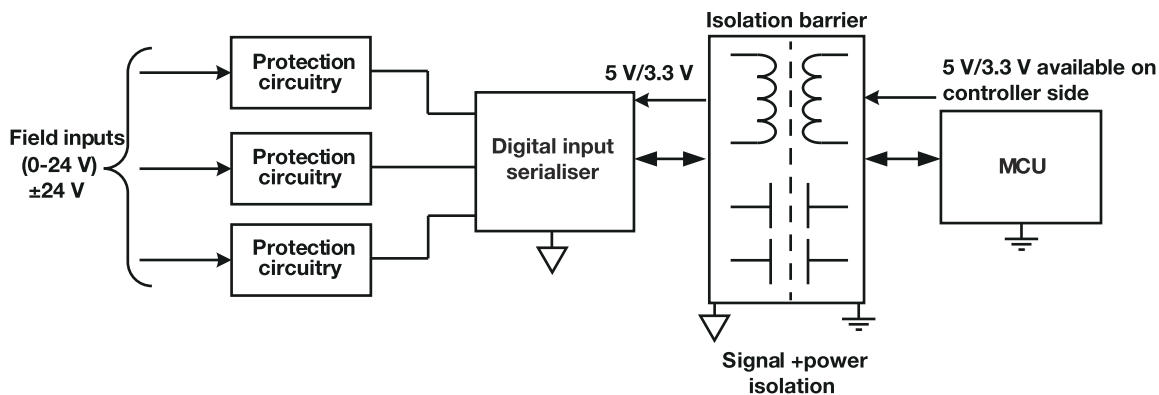

图5. 具有信号和电源隔离功能的PLC 数字输入模块。
• PLC。PLC 已成为工厂自动化和工业过程控制环节不可或缺的一部分。PLC 使用数字和模拟输入/输出模块与传感器、传动器和其他工厂设备进行连接。图5所示为PLC 数字输入模块的一种可行的实施方案。